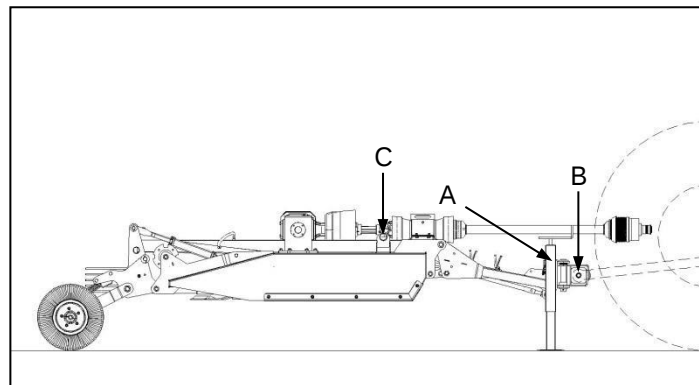

Fig. 2
- ✔ Insert the parking jack (Fig. 2-A) into the socket on the implement hitch and install the pin provided.
- ✔ When hitching the implement to the tractor, operate the tractor hitch adjusting the height and spread of lower link arms to sufficiently clear the implement drawbar pins (Fig. 2-B). Engage the lowest available gear on the tractor and reverse the tractor towards the implement to align mounting pins and facilitate hitching.
- ✔ Place the parking jack in storage bracket (Fig. 2-C) provided on the front right-hand corner of the main deck while the implement is in operation.
- ✔ Druk die parkeerdruk (Fig. 2-A) in die sok aan die implementhaak en druk die pen in wat voorsien is.
- ✔ Om die implement aan die trekker te haak, verstel eers die hoogte en spreid van die onderste koppelarms van die trekkerhaak só dat dit die implement se trekstang-penne genoegsaam vry laat (Fig. 2-B). Kies die laagste beskikbare rat en stoot die trekker agteruit na die implement toe om in lyn met die monterpenne te kom en haak die implement aan.
- ✔ Stoor die parkeerdruk in die stoorklamp (Fig. 2-C) op die voorste regterhoek van die hoofdek terwyl die implement in gebruik is.